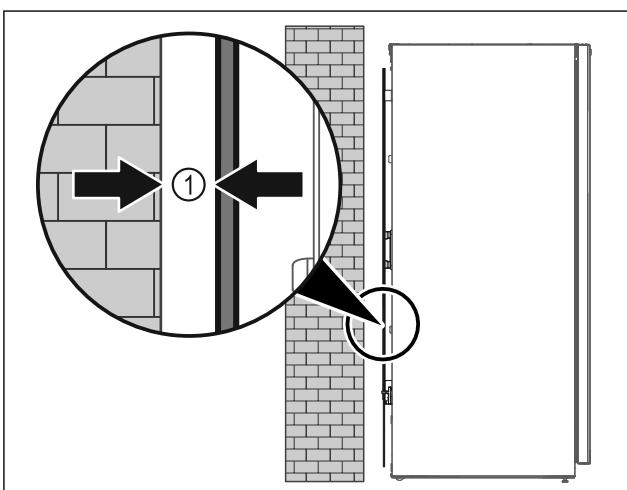

Fig. 10
- Τοποθετήστε τη συσκευή είτε ελεύθερη στον χώρο είτε απευθείας σε έναν τοίχο σε ελάχιστη απόσταση 5 mm Fig. 10 (1).